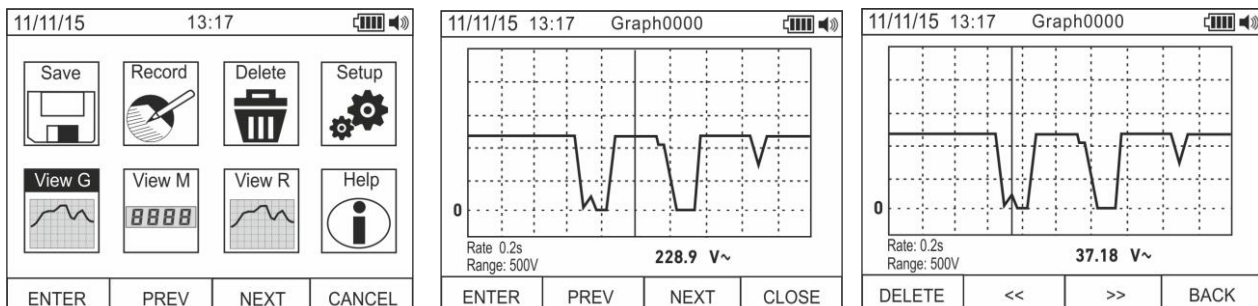

Fig. 18: Apresentação dos gráficos no display
27. Usar os botões **F2** ou **F3** para seleccionar o ícone “Ver G” e premir o botão **F1** (ver Fig. 18 – parte esquerda).
28. Usar os botões **F2 (ANTERIOR(PREC))** ou **F3 (SEGUINTE(SUCC))** para seleccionar o gráfico pretendido entre os guardados na memória do instrumento e premir o botão **F1 (ENTER)** para abrir o gráfico (ver Fig. 18 – parte central).
29. Usar os botões **F2 (<<)** ou **F3 (>>)** para mover nas duas direcções o cursor presente no interior do gráfico observando o correspondente valor na parte inferior do display (ver Fig. 18 – parte direita).